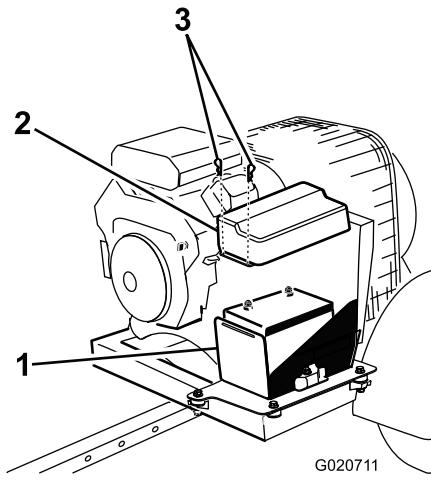

Figura 3
1. Retire os clipe que prendem a tampa da bateria à caixa da bateria (Figura 3).